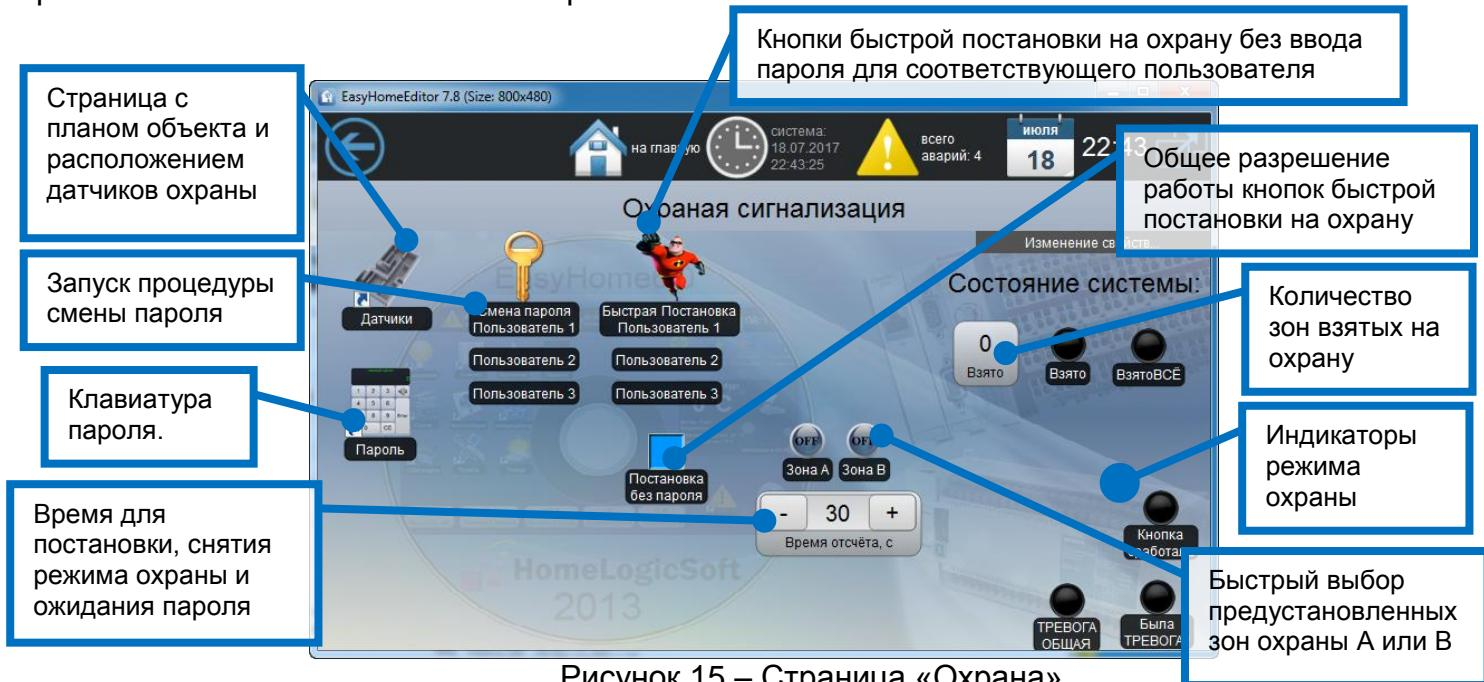

Рисунок 15 – Страница «Охрана»
Система охраны рассчитана на 1-10 пользователей и до 40ка тревожных зон. На странице «Охрана» (рисунок 15) можно просмотреть состояние системы охраны, настроить время отсчёта постановки-снятия охраны.
- 4) По окончании отсчета статус системы смениться на "Взяты на охрану все зоны". Сработают индикаторы **Взято** и **ВзятоВСЁ** на странице «Охрана» (рисунок 15). Придёт СМС оповещение о постановке соответствующим пользователем.
- 5) В случае тревоги статус системы смениться на "Тревога!". Сработает индикатор **ТРЕВОГА** на странице «Охрана» (рисунок 15). Будет на некоторое время